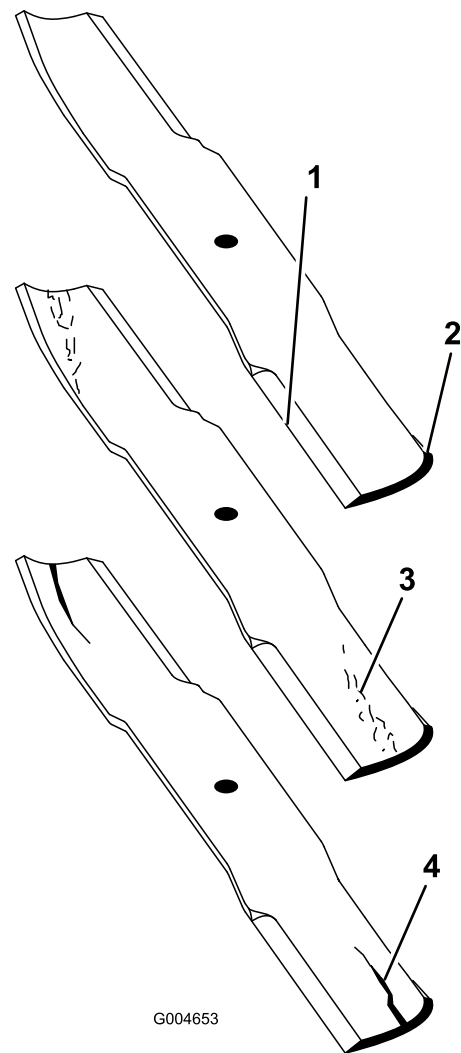

Figure 125
2. Examinez attentivement les tranchants de la lame, particulièrement au point de rencontre de la partie plane et de l'ailette (Figure 125).
Remarque: Le sable et les matières abrasives peuvent éroder le métal à cet endroit, c'est pourquoi il est important de contrôler l'état de la lame avant d'utiliser la tondeuse. Remplacez la lame si elle vous semble usée (Figure 125).